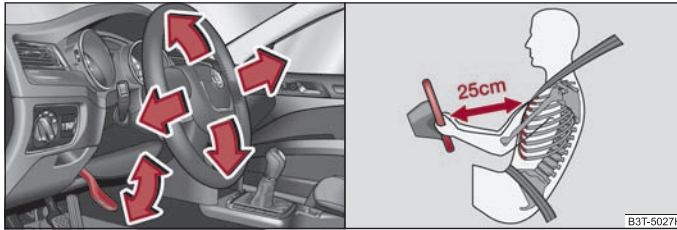

Fig. 127 Volan reglabil: Maneta de sub volan/Distanța sigură față de volan
- Îndreptați maneta de sub volan, în jos ⇒ fig. 127 - stânga ⇒ ⚠.
- Între șofer și volan trebuie să existe o distanță de cel puțin 25 cm ⇒ fig. 127 - dreapta. Dacă nu se respectă această distanță, sistemul airbag nu își poate exercita eficiența maximă - Pericol!